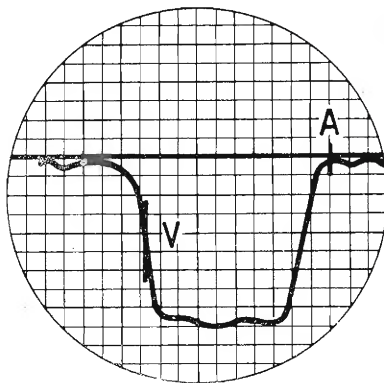

Fig. 10.26. - Curva di allineamento RF.
8) Inserire il marker A, corrispondente alla frequenza della portante audio e verificare che lo stesso coincida con l'avvallamento della curva, dal lato opposto (fig. 10.26).